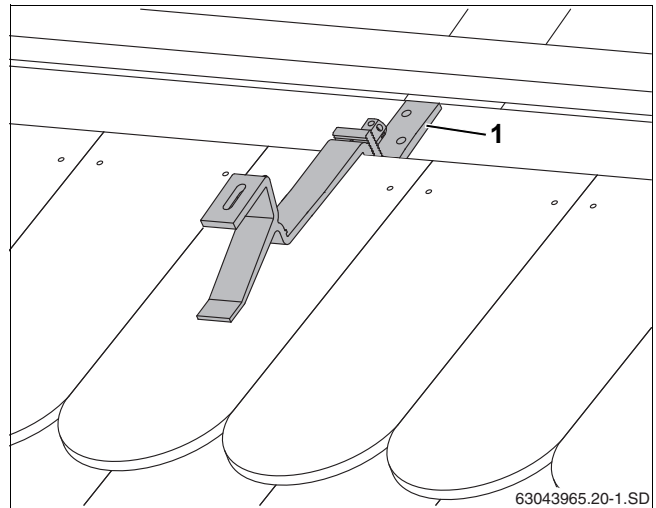

Рис. 18 Установленный кровельный крюк
- ▶ Нижнюю часть кровельного крюка сдвиньте вниз настолько, чтобы он прилегал к стропилам или доске/брусу (рис. 18, [1]).